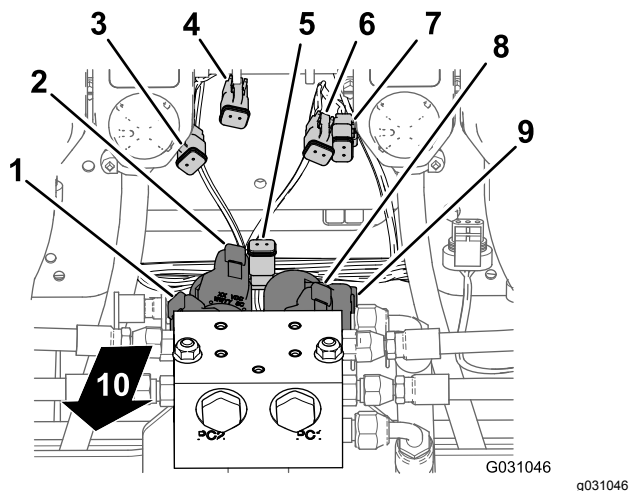
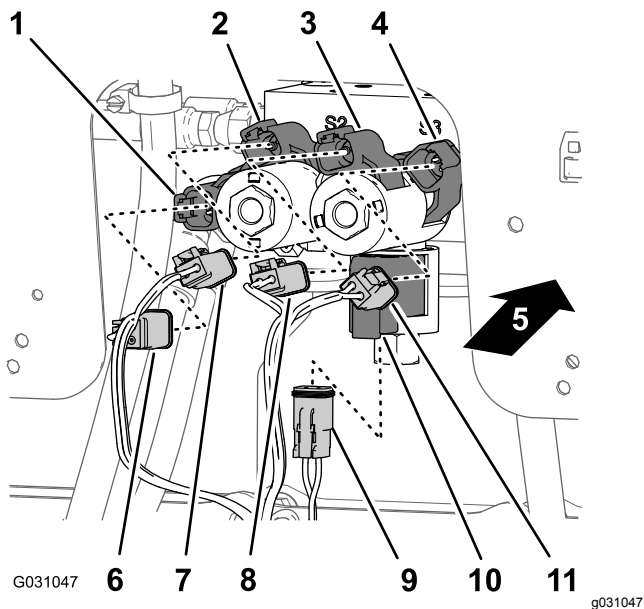

图131
图132
1. 在提升油缸阀箱的底部将标有**启用电磁头**的后线束 2 插槽接头连接至启用电磁头的 2 针接头图 131 和图 132。
- 在右下方的电磁头将标有右下的后线束 2 插槽接头连接至右下电磁头的 2 针接头图131 和 图132。
- 在右上方的电磁头将标有右上的后线束 2 插槽接头连接至右上电磁头的 2 针接头图131 和 图132。
- 在左下方的电磁头将标有左下的后线束 2 插槽接头连接至左下电磁头的 2 针接头图131 和 图132。